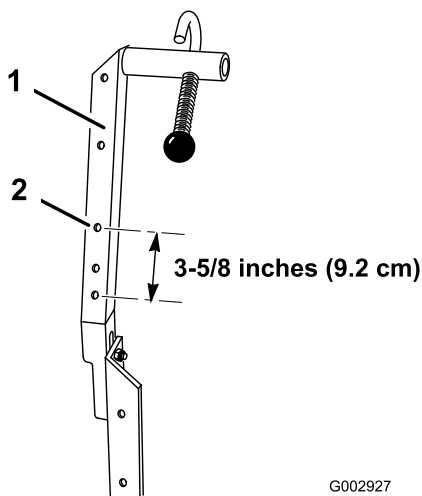

Figura 8
- En máquinas con números de serie 259999999 e inferiores con pluma estándar, haga un taladro (diámetro 0,9 cm) en el soporte del brazo derecho, a 9,2 cm por encima del centro del taladro inferior (Figura 8).